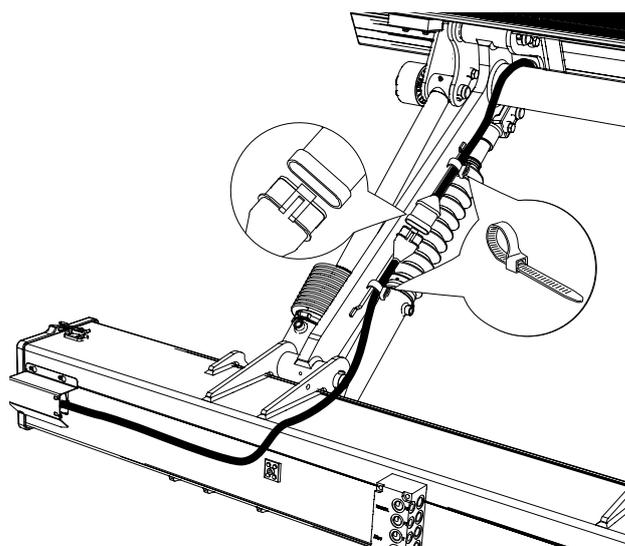

Figura 59. Montaje del cableado
2. Tender el cable y montar con una abrazadera de plástico como se indica en Figura 59.